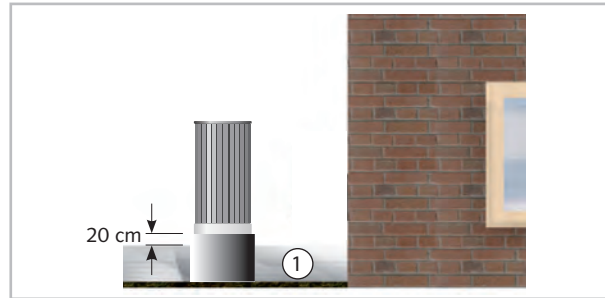

Abb. 21: Schutz vor Schnee
- Wird das Außenmodul in einer Gegend mit starkem Wind aufgestellt, muss das Gerät vor dem Wind geschützt werden und es wird ein zusätzliches Stabilisieren empfohlen. Das kann z.B. mit Drahtseilen oder anderen Konstruktionen realisiert werden. Bei der Montage sind Schneegrenzen zu beachten (Abb. 21).
- Beachten Sie bei der Aufstellung die zu erwartende Schneehöhe und eine Erhöhung um ca. 20 cm, damit ganzjährig ein freies Ansaugen und Ausblasen der Außenluft gewährleistet werden kann (Abb. 21).